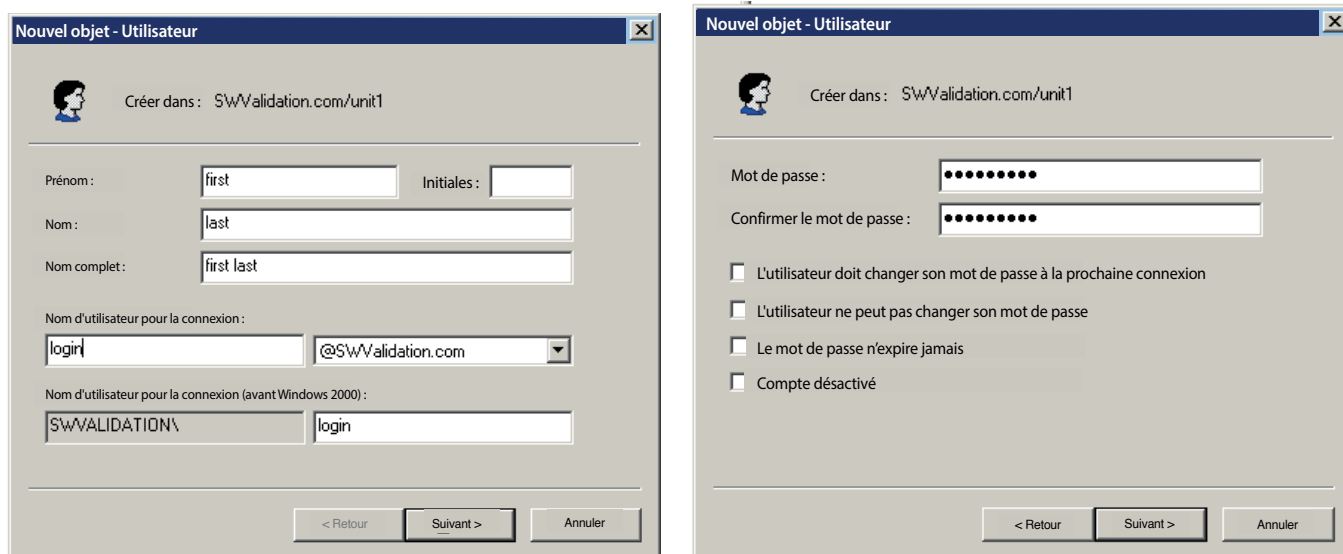

Figure 4.4.7d Écrans détails utilisateur
3. De même, créez un nouveau groupe, ensuite un nouvel utilisateur, en saisissant les détails du nom de l'utilisateur et d'identification (figure 4.4.7d). Dans la page mot de passe, assurez-vous que les différentes cases sont cochées/décochées, le cas échéant.